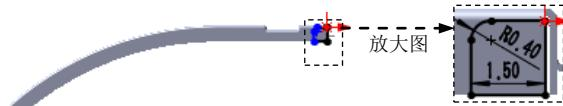

图 14.2.31 横断面草图
② 定义横断面草图。在草图环境中绘制图 14.2.31 所示的横断面草图。
(3) 定义切除深度属性。在“切除—拉伸”对话框 **方向1** 区域的  下拉列表中选择 **完全贯穿** 选项, 选中 **正交切除(N)** 复选框。其他选择默认设置值。
(4) 单击  按钮, 完成切除—拉伸 2 的创建。